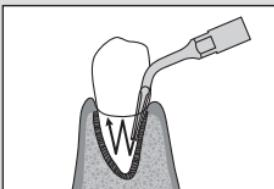

Fig. 3
- Déplacez non seulement dans les directions mésiodistale et buccolinguale, mais aussi de haut en bas comme pour une distribution d'eau à la pointe (léger pompage). A ce moment-là, prenez attention à la portée de l'injection d'eau (Fig. 3).